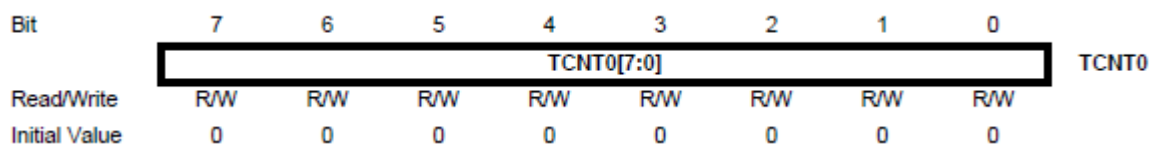

Рис.1.8: Регистр TCNT0
- счетный регистр TCNT0 (рис. 1.8.);